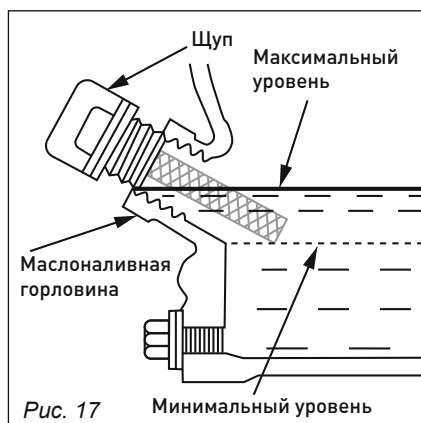

Рис. 17
2. Открутите крышку маслоналивной горловины и протрите щуп тряпкой (рис. 17).